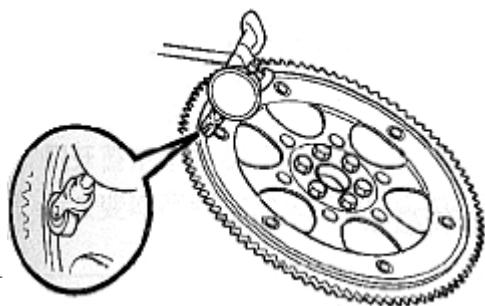

图 7-1
- (1) 安装百分表测量驱动盘的跳动 (见图 7-1)
- (2) 检查齿圈的损坏